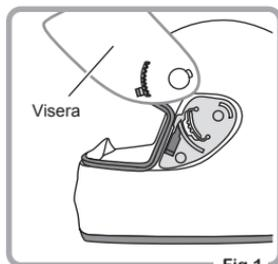
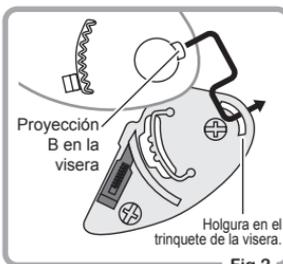
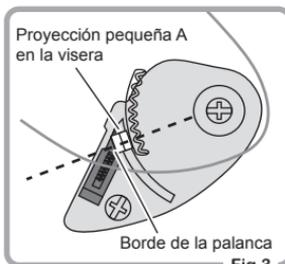

Fig.1
Fig.2
Fig.3
- ① Abra la visera todo lo que pueda y después alinee la pieza proyectada pequeña (A) y el borde de la palanca según se indica en la Fig.1.
- ② Según tire de la palanca hacia abajo, saque la visera en la dirección de la flecha blanca, de forma que se pueda sacar completamente un lado de la visera. (Fig.2)
- 1 Inserte la proyección B en la holgura del trinquete de la visera según se muestra en la Fig.1. y Fig.2. Coloque la zona de la muesca de la visera en el trinquete y después alinee la proyección pequeña A y el borde de la palanca según se indica en la Fig.3.